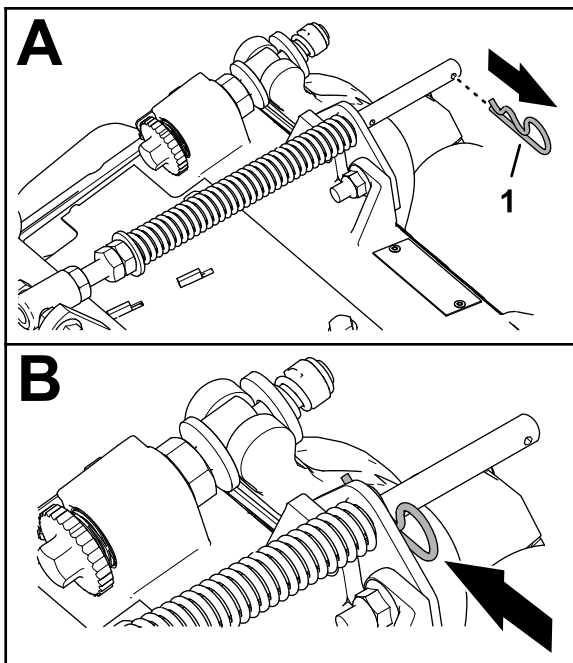

Bild 6
1. Wenn der Splint im hinteren Loch der Kompensierungsfederstange installiert ist, entfernen Sie den Splint und setzen Sie ihn in das Loch neben der Halterung ein (**Bild 6**).